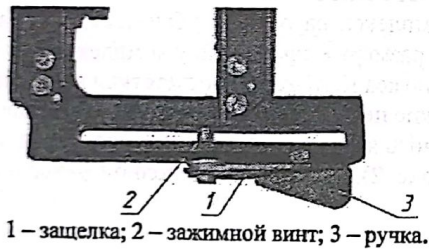

Рисунок 2 – Кронштейн комплекса КПК-АВ.
Для установки на оружие необходимо повернуть ручку 3 (рис. 2) по направлению к прикладу оружия установить комплекс на направляющую планку до упора и закрепить его с помощью ручки 3 (рис. 2), повернув ее до полной фиксации в пазу кронштейна.
- с помощью ключа из комплекта комплекса повернуть и сдвинуть защелку 1 (рис.2) до совмещения широкой части отверстия защелки с осью зажимного винта 2 (рис. 2) и снять ее;
- вращением зажимного винта 2 (рис. 2) ручкой 3 (рис. 2) добиться необходимого зажимного усилия;
- снять ручку 3 (рис. 2) с зубчатой головки зажимного винта 2 (рис. 2) и переустановить в исходное положение;
- установить защелку 1 (рис. 2) на зажимной винт 2 (рис. 2) в исходное положение и зафиксировать выступом в отверстии в ручке 3 (рис. 2).